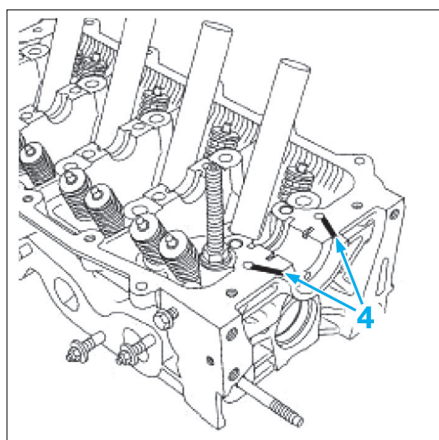

Fig. 44
- deux cordons (4) de RHODORSEAL 5661 d'une largeur de 2 mm sur le palier n°5 de la culasse (Fig.44),